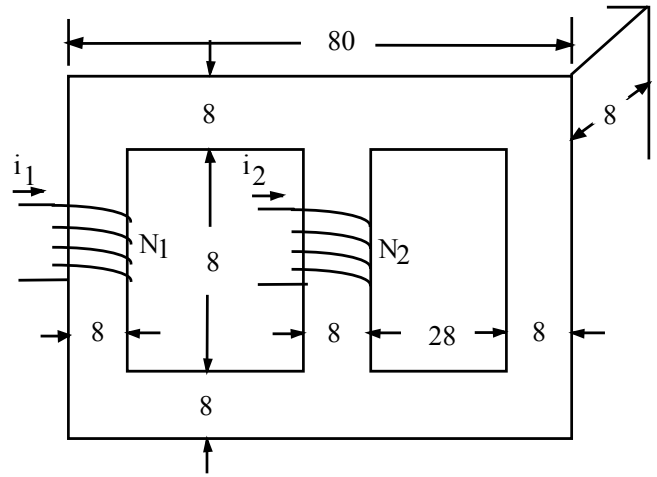

Figura 1.11
1.17.- El núcleo magnético de la Figura 1.11 tiene una sección transversal uniforme de $(8 \times 8)\text{cm}^2$. Según los datos indicados, determine la corriente que debe circular en la bobina 2 (de 200 espiras), cuando en la bobina 1 (de 1000 espiras) circulan 0,5 amperes y el flujo en la bobina 2 es nulo.